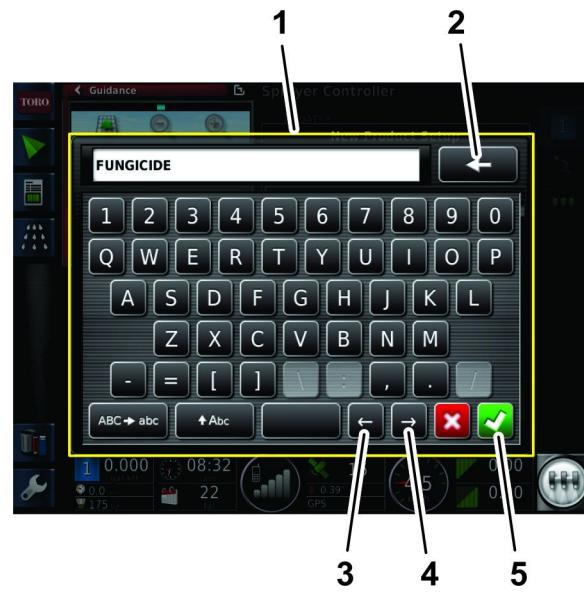

図 29
8. 製品名 アイコンを押し、キーボードから薬剤名を入力し、内容を承認する図 29。